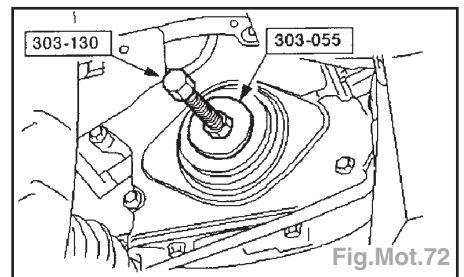

Fig.Mot.72
- A l'aide des outils spéciaux, poser l'arrêt d'huile avant de vilebrequin (lubrifier la bague extérieure à l'huile moteur propre) (Fig.Mot.72).